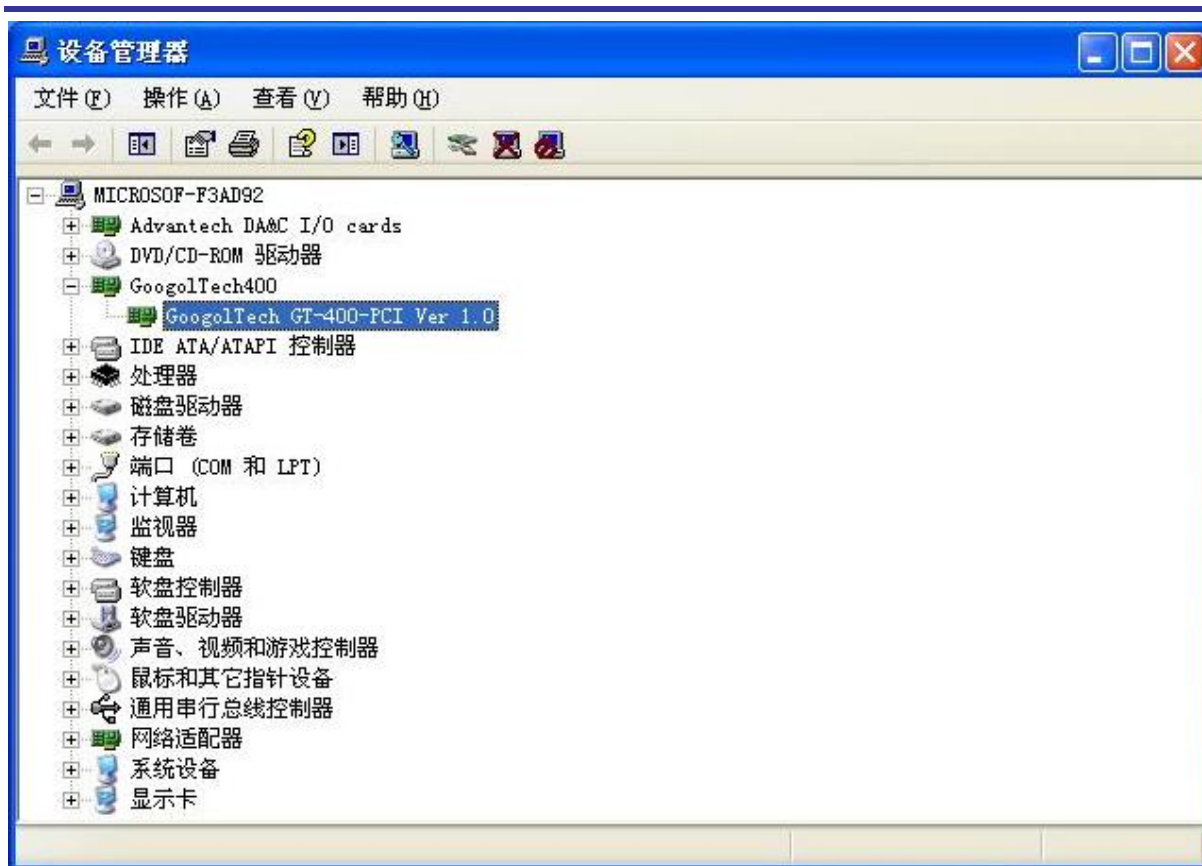

图 2-10 运动控制卡驱动程序安装完成界面 10
(11) 安装成功后，打开设备管理器，可以看到驱动已经安装成功，如图 2-10 所示。